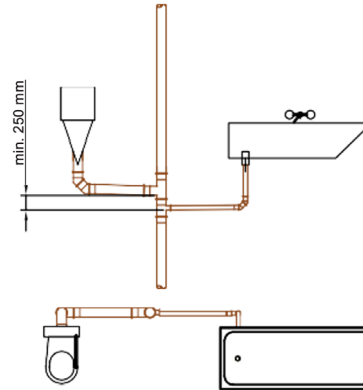

Fig.9.
- În cazul în care această condiție nu se poate respecta, atunci distanța între cele două legături trebuie să fie de minim 25 cm. Ca referință la măsurarea acestei distanțe se va considera nivelul de scurgere al celor două legături (vezi fig.9).